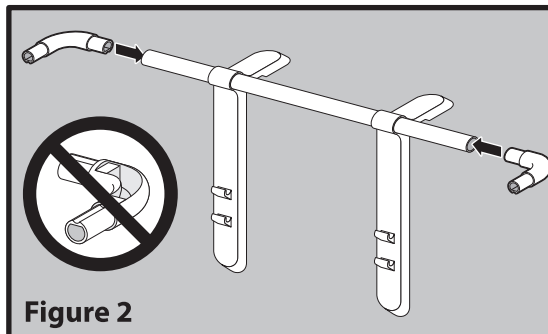

Figure 2
2. Insert two corner supports, with the smooth side facing up, onto both ends of the rod (figure 2).
2. Insérer un raccord à angle droit, face lisse en haut, à chaque extrémité du tube (figure 2).